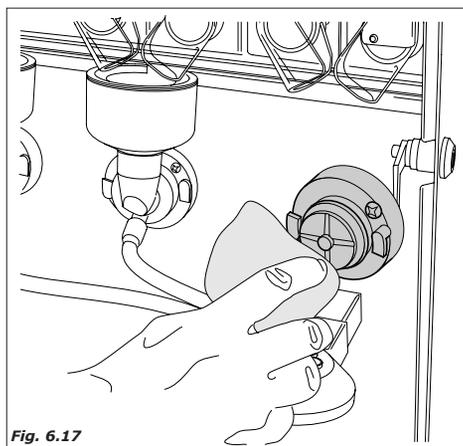

Fig. 6.17
- com um pano molhado na solução limpar também as bases dos misturadores (Fig.6.17)